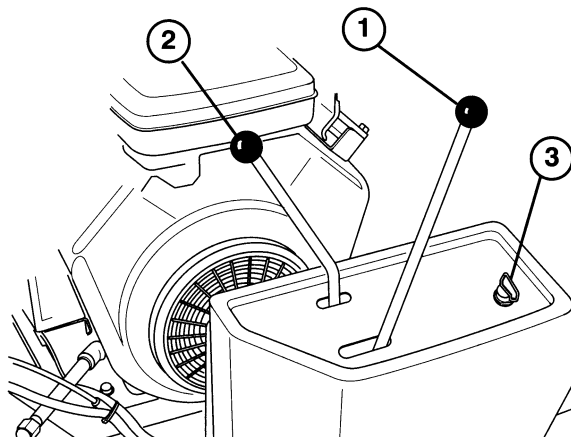
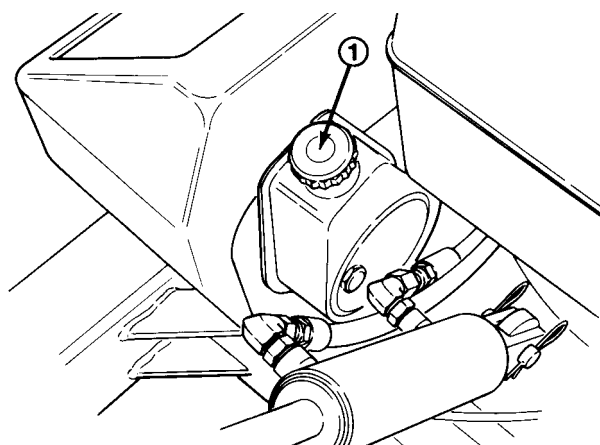

Figure 6
Figure 7
Levier de commande de déplacement (Fig. 6)—Sélectionner le rapport voulu et engager le levier de commande de déplacement pour se déplacer en avant ou en arrière. Ce levier fait partie des leviers de sécurité manuels (Fig. 7).
Levier de tête d'aération (Fig. 6)—Relève/abaisse la tête d'aération et engage/désengage l'entraînement.
Commandes de levier de sécurité (2) (Fig. 7)—Les commandes autorisent le fonctionnement du moteur quand la tête d'aération est abaissée. Elles maintiennent aussi le levier de commande déplacement en position engagée. Une commande au guidon doit être actionnée avant
Frein de service (Fig. 7)—Sert à ralentir le déplacement.